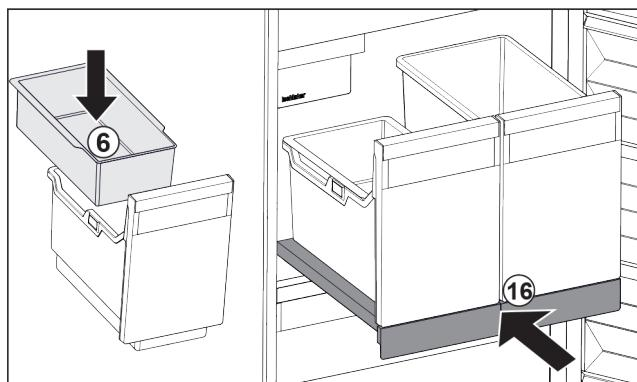

Fig. 107
- Introduceți tava suspendată Fig. 107 (6) pentru cuburi de gheăță.
- Inserați raftul extractabil cu recipientele (IceTower). Fig. 107 (16)